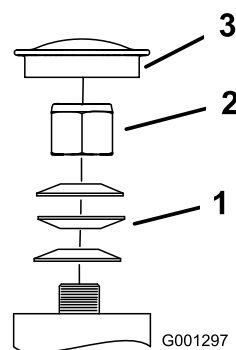

Figura 42
3. Retire el tapón anti-polvo de la rueda giratoria y apriete la contratuerca (Figura 42).
vuelta para establecer la pre-carga correcta de los cojinetes (Figura 42).
Importante: Asegúrese de que las arandelas de muelle están correctamente instaladas, según muestra Figura 42.
5. Coloque el tapón anti-polvo (Figura 42).